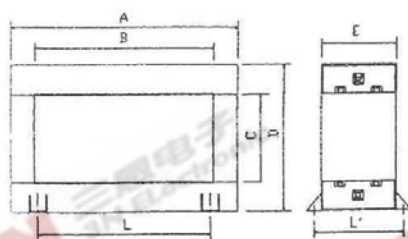
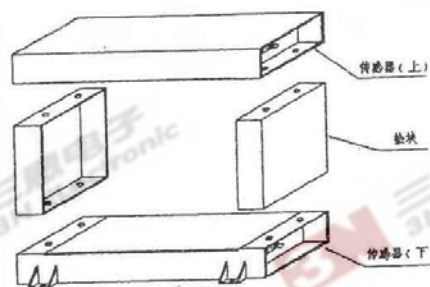

图 1
图 2
4、传感器规格尺寸如（图 1、图 2、附后）及表 2
控制箱的安装有两种方式，一种方式为现场安装，把控制箱安装在探测传感器的侧面，如图 1 所示；另一种方式为远传方式，是把控制箱置于控制室内，具体要求为：输出电缆线每根截面不小于 4mm^2 ，输入电缆线采用 AVV-3-3P 型，现场与控制室距离小于 150 米，远传时检测灵敏度略降。